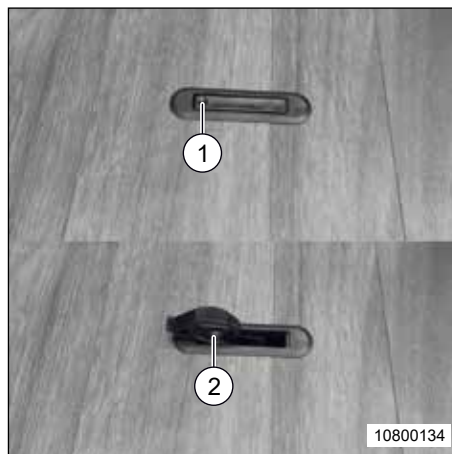

Fig. 38 Dispositif de fermeture dans la trappe de plancher
- Pousser le dispositif de fermeture vers le bas au niveau du marquage (Fig. 38, pos. 1).
- Soulever la trappe à l'aide du levier de la poignée (Fig. 38 pos. 2).
- Fermer la trappe et rabattre le levier de la poignée (Fig. 38 pos. 2).